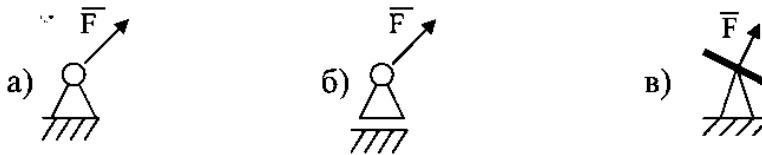

Рис.2
4. На каких схемах идеальных связей (рис.2) реакции показаны правильно?